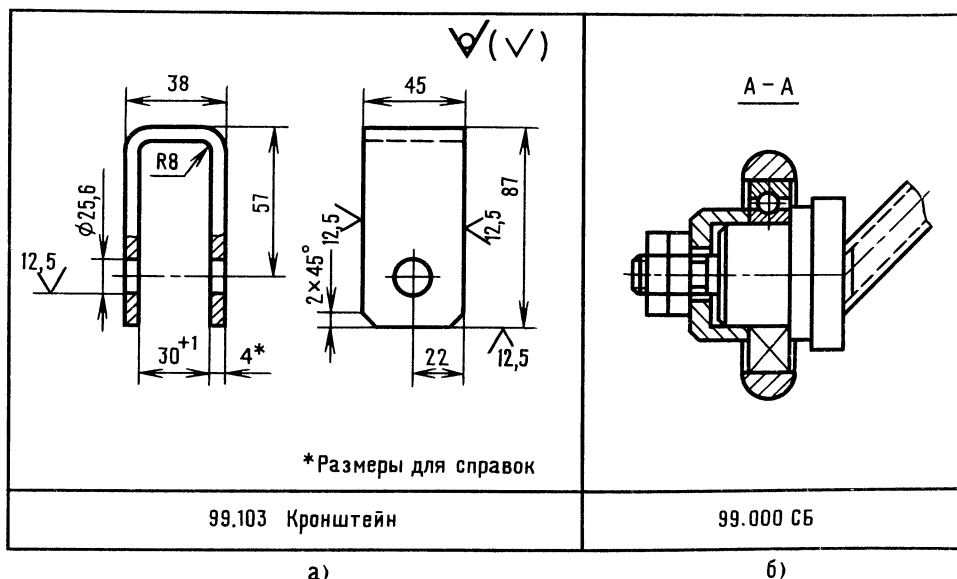

Рис. 58. К ответу задачи 81
81. На рис. 58, а дан уточненный чертеж 99.103. Для определения ошибок, сделанных Николкой, сравните этот чертеж с чертежом на рис. 55, б.
84. Один из возможных вариантов решения дан на рис. 58, б. Затянутая гайка не тормозит вращение колеса.